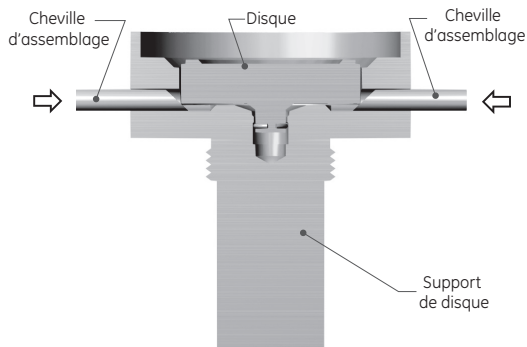

Figure 30 : Retrait du disque avec des chevilles d'assemblage
- Utilisez un mandrin à trois ou quatre mors soudés verticalement dans un support boulonné à un plancher en béton, fixez la buse dans le mandrin et desserrez le corps avec une tige ou un tuyau lourd(e) (Figure 30).